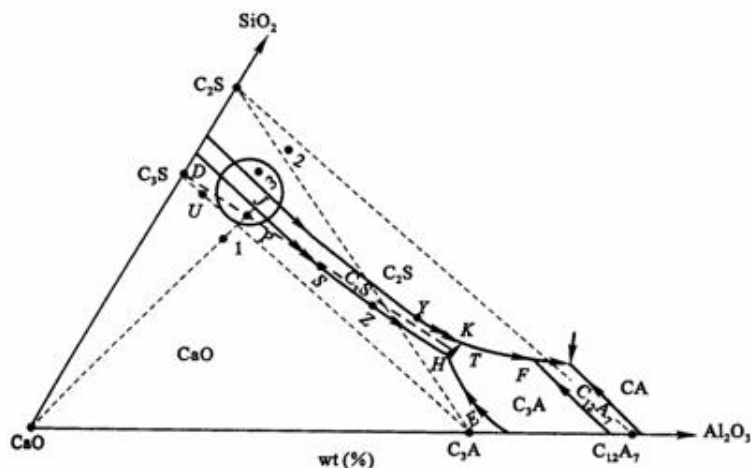

图6-25 $\text{CaO-Al}_2\text{O}_3\text{-SiO}_2$ 系统高钙区部分相图
6-38 如图6-25为 $\text{CaO}-\text{Al}_2\text{O}_3-\text{SiO}_2$ 系统的富钙部分相图，若原始液相组成位于硅酸盐水泥的配料圈内，并恰好在 CaO 和 C_3S 初相区的边界曲线上。（1）分析此液相组成的结晶过程；（2）在缓慢冷却到无变量点 K 的温度 1455°C 时急剧冷却到室温，则最终获得哪些相，各相含量多少？
6-39 见图6-25, 已知H点的温度 1470℃, K点温度 1455℃, F点温度 1355℃。今取配料成分恰为无变量点H的组成, 在充分平衡条件下, 问: (1) 加热该配料混合物, 什么温度开始出现液相? (2) 要使物料全部熔融, 至少要加热到多高温度? (3) 写出该配合料的加热过程相平衡表达式。
6-40如图6-25，配料 P 的液相在无变量点 K 发生独立析晶，最终在低共熔点 F 结束结晶。问此时所获得的 C_3S 、 C_2S 、 C_3A 和 C_4AF 四种晶相的含量各为多少？如果在 F 点仍未达到充分平衡，残留液相能否离开 F 点向其它无变量点继续转移？为什么？